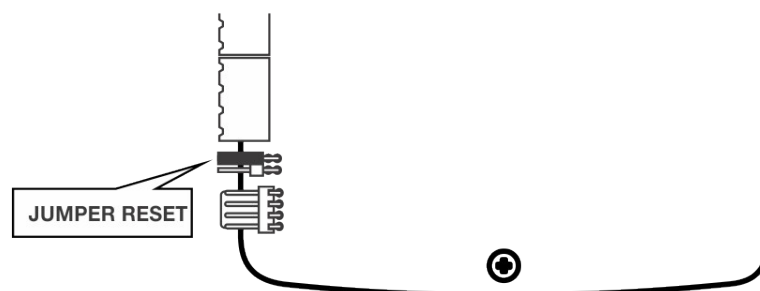
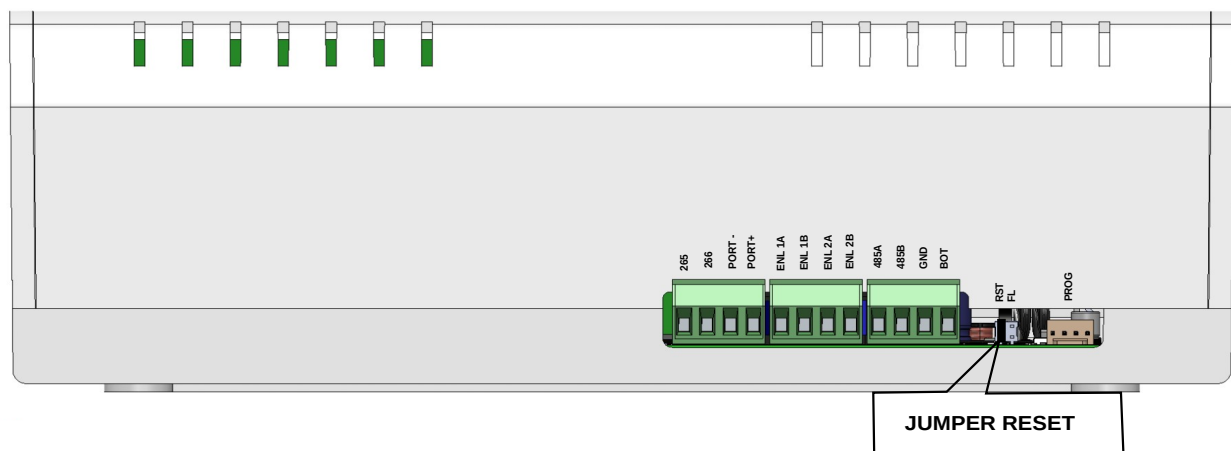

Figura 17:Optymus 16
Figura 18: Optymus 66
1. Feche o jumper RESET localizado conforme Figura 17:Optymus 16 ou Figura 18: Optymus 66 por 6 segundos para restauração parcial ou 20 segundos para restauração total.
2. Feche o jumper RESET localizado conforme Figura 17:Optymus 16 ou Figura 18: Optymus 66 acima.